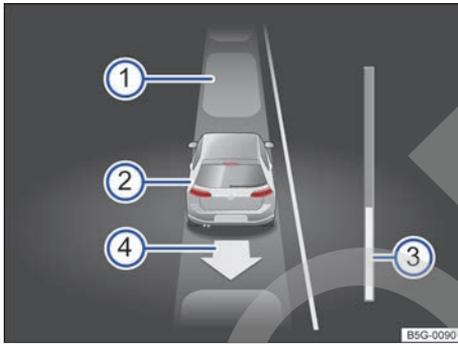

Fig. 135 En la pantalla del cuadro de instrumentos: desaparcar de un hueco en línea.
Leyenda de la **fig. 135**:
La barra de progreso → fig. 135 ③ sirve como indicación de la distancia que hay que recorrer → pág. 184.